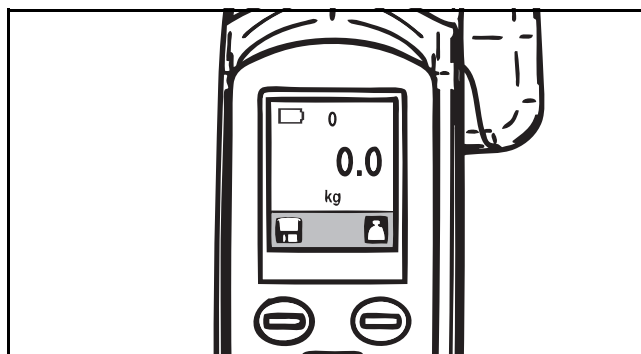

Fig. 61
- 2) Om selen redan har monterats på lyftbygeln vid start har MAXI MOVE redan nollställts automatiskt och selens vikt har räknats in (se Fig. 61).